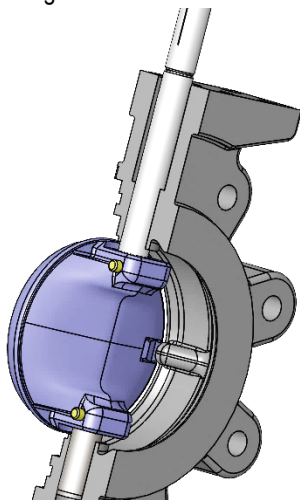

Abbildung 9: Klappenblatt- und Stift-Verbindung
- Drehen Sie die Abflachungen der Welle, damit die Kegelstifte durch die Stiftlöcher des Klappenblatts gleiten und, wie in Abbildung 9. gezeigt, in die Welle eingreifen können. Führen Sie neue Kegelstifte in der Richtung zum Endanschlag ins Gehäuse ein. Treiben Sie sie mit einem Hammer fest ein. Die Klappenblattoberfläche mindestens an 5 Stellen innerhalb von 0,06 Zoll (1,5 mm) vom Außendurchmesser des Kegelstifts durch Kalthämmern befestigen. Sollte eine Punktschweißung zur Sicherung der Kegelstifte verwendet werden, sind die Punktschweißungen an zwei gegenüberliegenden Stellen der Stifte anzubringen.